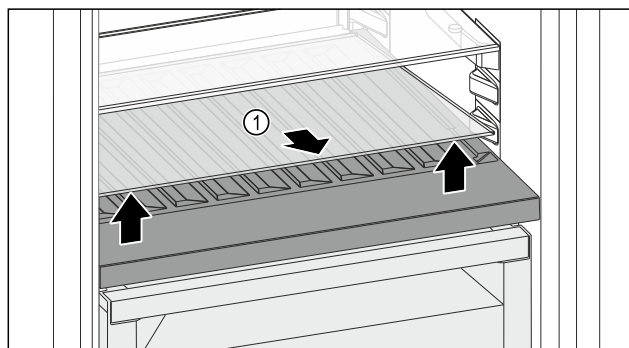

Fig. 212
- Skleněnou desku Fig. 212 (1) zvedněte za vybrání vpředu a vyjměte ji.
- Skleněnou desku Fig. 212 (1) uložte bezpečně mimo spotřebič.
- Skleněnou desku (2) vložte pod variabilní přihrádku na láhve.